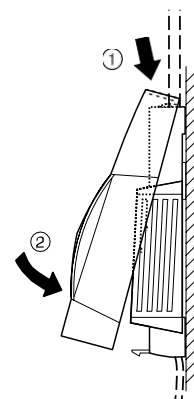

Figura 4: Colocar la tapa de la caja
- Ponga la tapa en la parte superior de la caja y apriete en la parte inferior (véase Figura 4).